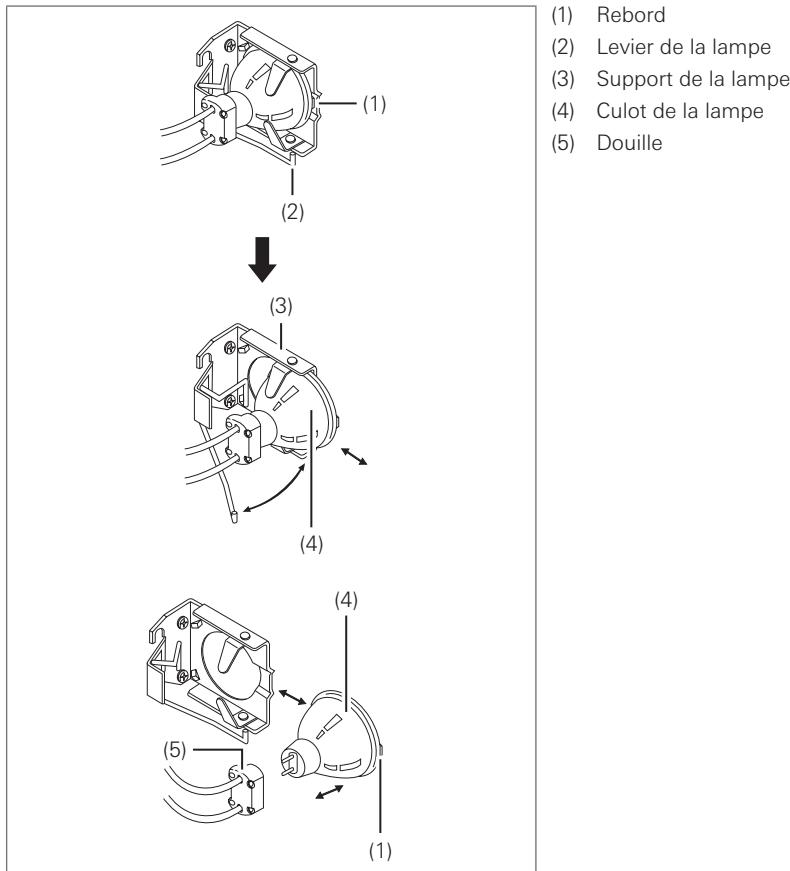

Figure 5.1
- La fixer dans la position correcte. Le rebord doit se trouver à l'avant, comme l'illustre la Figure 5.1.